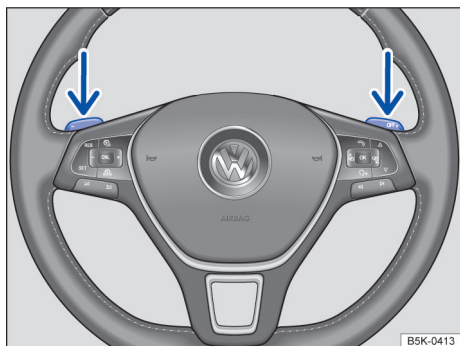

Fig. 134 Volante com seletores basculantes do Tiptronic.
- Puxar o seletor basculante direito na direção do volante para aumentar a marcha → Fig. 134.